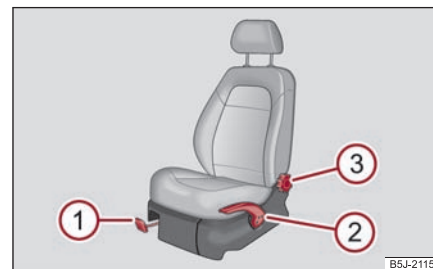

Fig. 60 Elemente de comandă pe scaun
- Se trage maneta ① ⇒ fig. 60 în sus și se deplasează scaunul în poziția dorită.
- Se eliberează maneta ① și se deplasează scaunul mai departe, până când se blochează. ▶